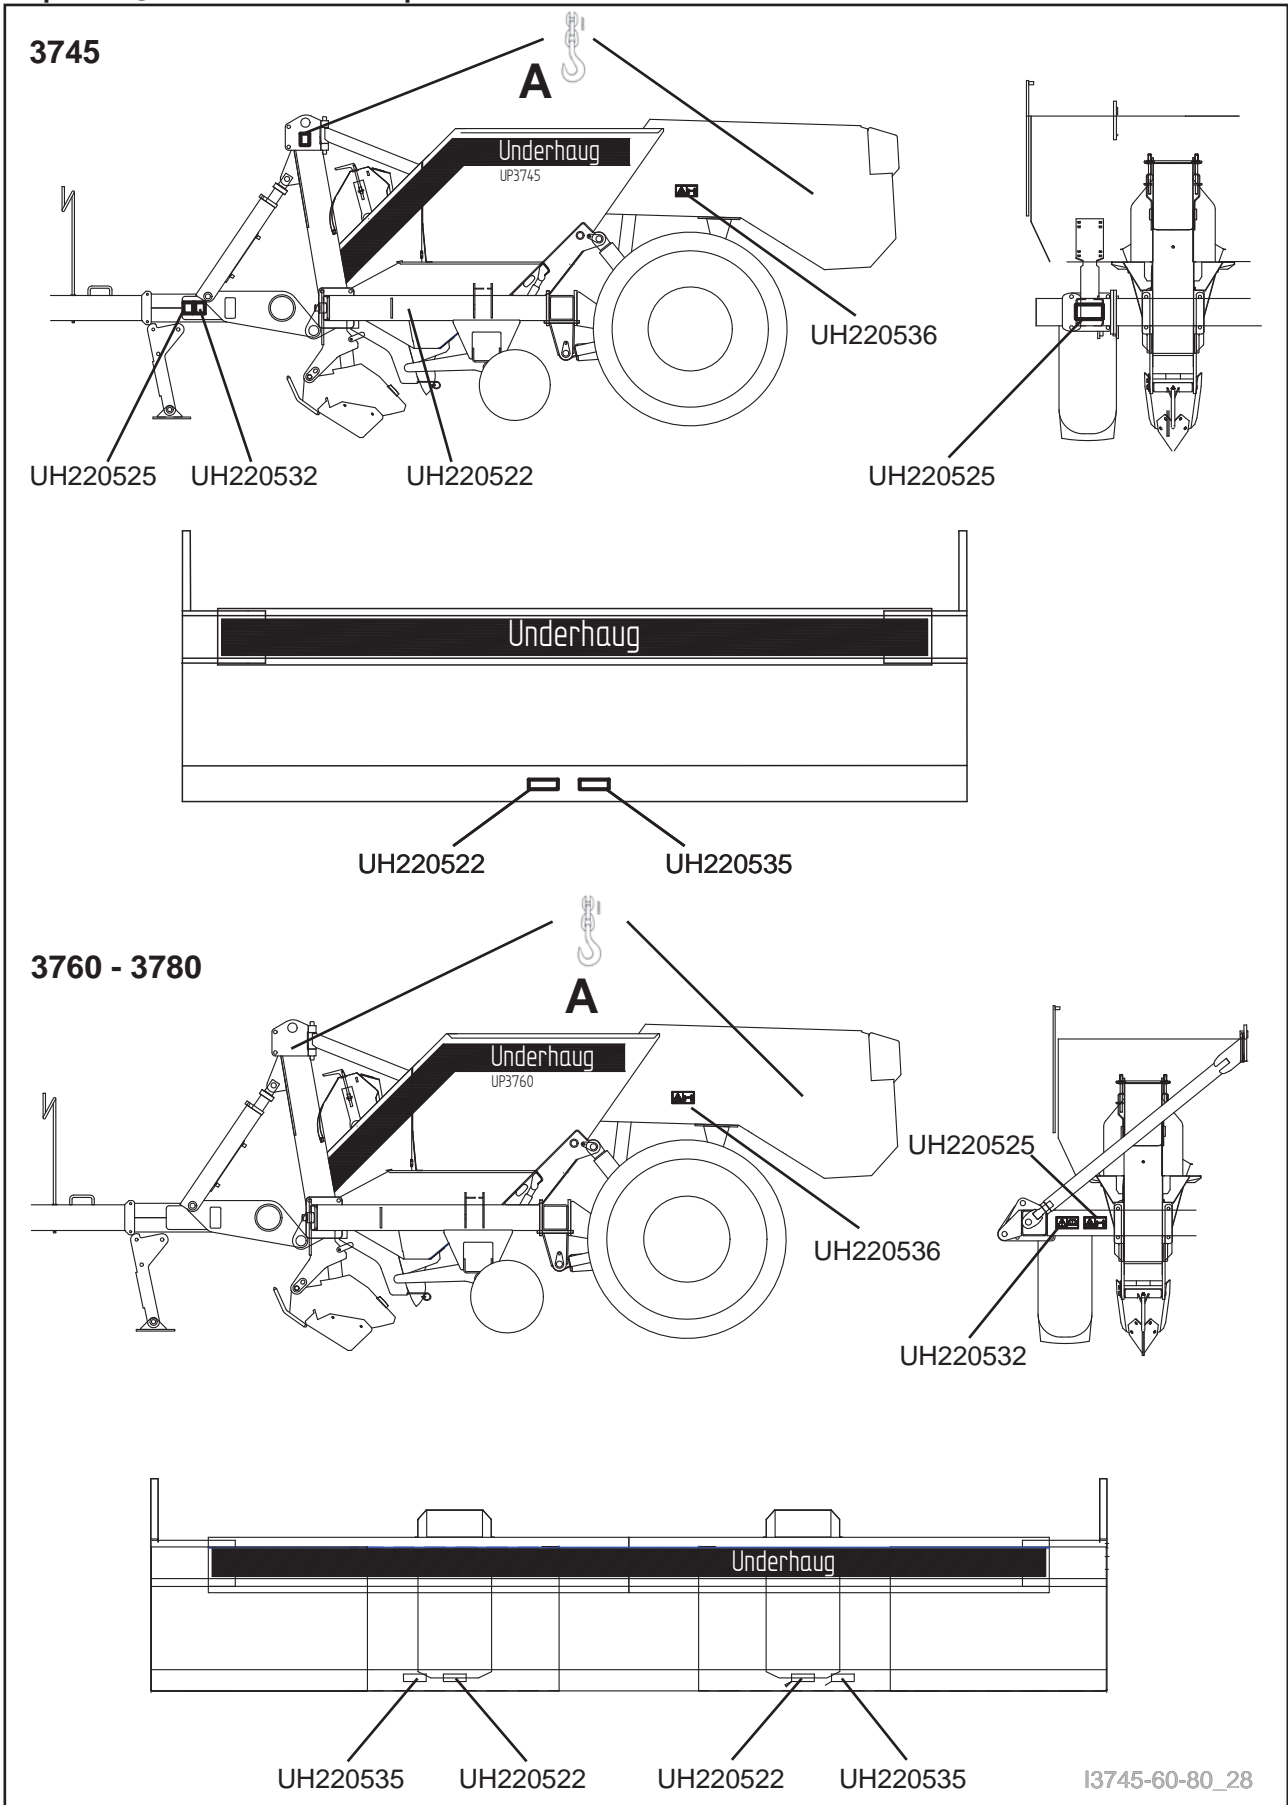

Fig. 19
La machine est équipée de panneaux d'avertissement. Si les décalques sont endommagés, ils doivent être remplacés. Des numéros de commande sont montrés sur l'illustration dans le paragraphe. Voyez la Fig. 19 pour l'endroit sur la machine.
Soyez prudent! Assurez-vous que personne ne soit près ou sous la machine quand elle est soulevée. Placez les attaches près de l'enseigne (sling here). Figure 19 (A) montre les points de levage de la machine. Assurez-vous que les attaches sont bien sécurisées avant de lever la machine. **Fig. 19 (A)**